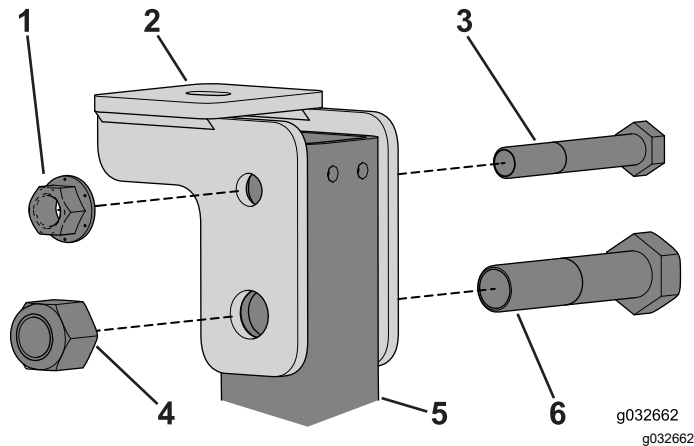

Figure 71
2. Fixez légèrement le support de la cabine de chaque côté du tube du système ROPS à l'aide des boulons ($\frac{1}{2} \times 3\frac{1}{4}$ po) et ($\frac{3}{4} \times 3\frac{1}{2}$ po) (Figure 71).
6. Serrez les boulons et écrous qui fixent les supports de la cabine aux montants du système ROPS (Figure 71).